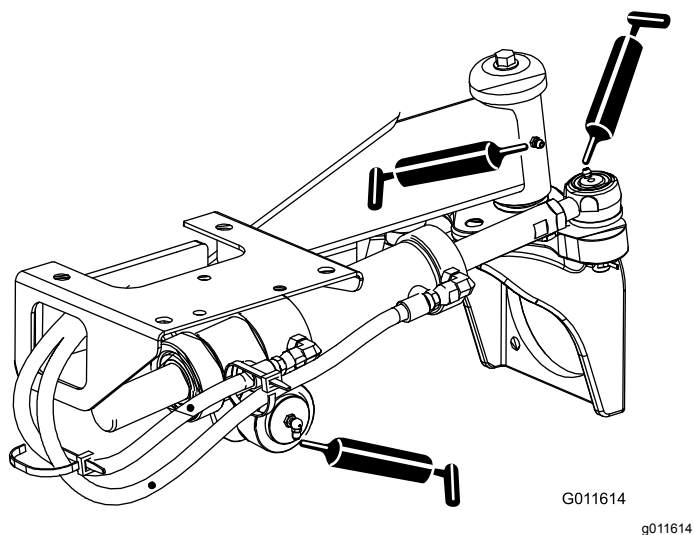

Figure 49
- Rotules de vérin de direction (2) et essieu arrière (1) (Figure 49)